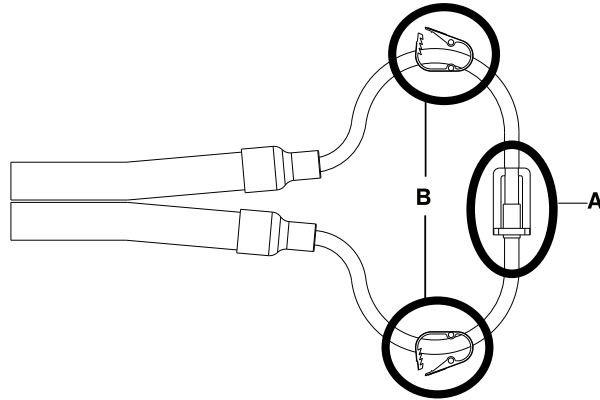

図15-27: Clik-Titeホースの端が閉じ、締め具が開いている
- b. **Clik-Tite**ホースをご使用の場合は、コネクター端が接続されて閉じており (A)、締め具が開いている (B) ことを確認してください。この手順を3本のホースすべてに行います。15-42ページの図15-27